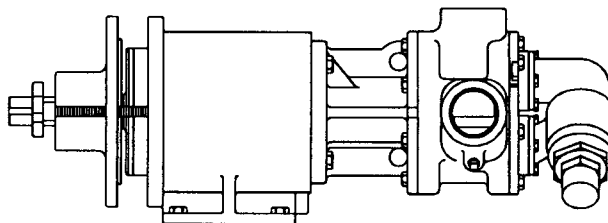

FIGURE 8
2. Tournez les boutons uniformément pour sortir le boîtier de roulement et l'aimant externe. Voir Figure 8.